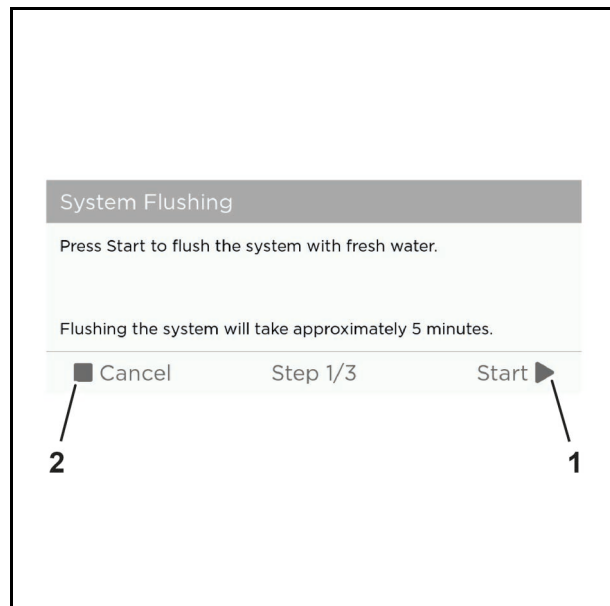

Abb. 53 Beispielgrafik
1. Tippen Sie auf die Schaltfläche "Start" (Abb. 53/1), um mit der Systemspülung zu beginnen oder "Cancel" (Abb. 53/2), um die Systemspülung abubrechen.